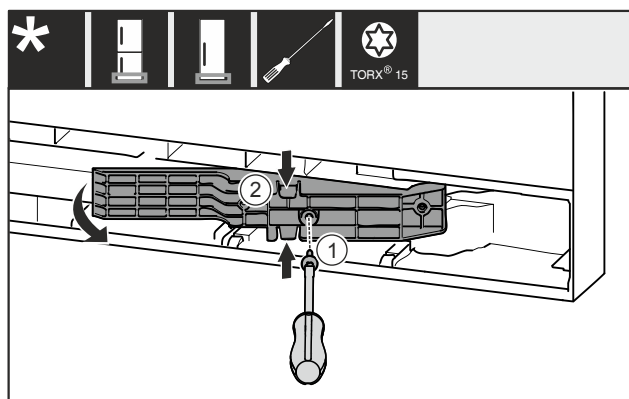

Fig. 19 *
- ▶ 移除螺栓 Fig. 19 (1)。*
- ▶ 将上方和下方适配件 Fig. 19 (2)轻轻挤压在一起，然后向前拉出。*